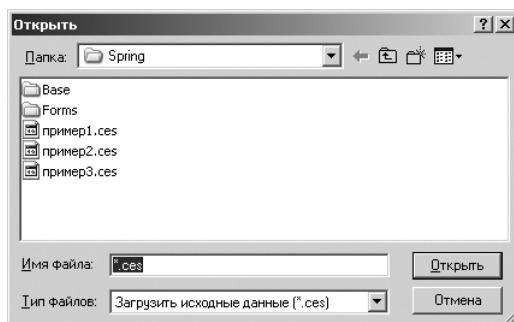

Рис. 4.31. Диалоговое окно Открыть
- щелкните в главном окне системы **КОМПАС-SPRING. Проверочный расчет пружины растяжения** в главном меню по пункту **Загрузить данные** – первому пункту на второй строке системы. Появится диалоговое окно **Открыть**. Пример такого окна показан на рис. 4.31;